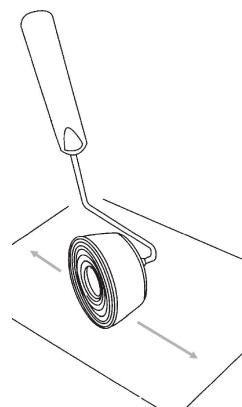

Fig. 8
6. Carregue o cabeçote do perfurador rolando-o sobre um jornal velho por 2 minutos ou até que esteja totalmente coberto de tinta (Fig. 8).